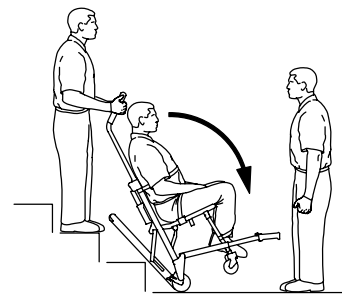

Figure 13 – Bas des escaliers
10. Opérateur côté pieds : Lorsque le guide atteint la dernière marche, lâcher les poignées avant. Opérateur côté tête : Laisser la chaise basculer vers l'avant (Figure 13) jusqu'à ce que les quatre roues soient sur le sol. Faire rouler la chaise (voir *Transport de l'occupant sur les surfaces planes* (page 12)).